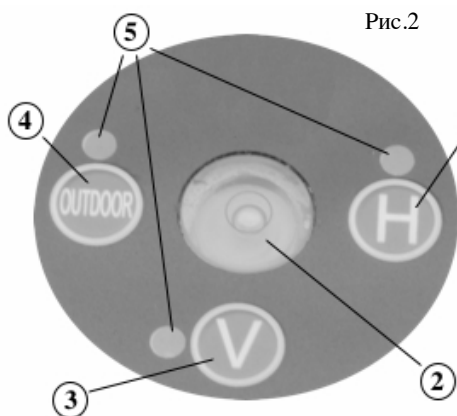

Рис.2
- загорится индикатор включения устройства под пузырьковым уровнем (см. п.2, рис.2)
- на панели управления загорится индикатор рядом с кнопкой **H** (см. п.5 и п.1, рис.2).
- все индикаторы режимов (см. п.5, рис.2) и индикатор включения устройства под пузырьковым уровнем (см. п.2, рис.2) погаснут
Для управления режимами работы горизонтального лазерного модуля используется кнопка **H** (см. п.1, рис.2) на панели управления устройством (см. п.1, рис.1). Последовательные нажатия этой кнопки приводят к переключению на очередной режим.
- включен горизонтальный лазерный модуль (при включении устройства), на панели управления горит индикатор рядом с кнопкой **H** (см. п.5 и п.1, рис.2)
- выключен горизонтальный лазерный модуль, на панели управления не горит индикатор рядом с кнопкой **H** (см. п.5 и п.1, рис.2).
Для управления режимами работы вертикальных лазерных модулей и модулем точки отвеса используется кнопка **V** (см. п.3, рис.2) на панели управления устройством (см. п.1, рис.1). Последовательные нажатия этой кнопки приводят к переключению на очередной режим.
- выключены все вертикальные лазерные модули и модуль точки отвеса (при включении устройства), на панели управления не горит индикатор рядом с кнопкой **V** (см. п.5 и п.3, рис.2)
- включены 2 противоположных вертикальных лазерных модуля и модуль точки отвеса, на панели управления горит индикатор рядом с кнопкой **V** (см. п.5 и п.3, рис.2)
- включены все вертикальные лазерные модули и модуль точки отвеса, на панели управления горит индикатор рядом с кнопкой **V** (см. п.5 и п.3, рис.2).
Для управления режимами работы устройства в помещении или на улице используется кнопка **OUTDOOR** (см. п.4, рис.2) на панели управления устройством (см. п.1, рис.1). Последовательные нажатия этой кнопки приводят к переключению между режимами.
- в помещении (при включении устройства), на панели управления не горит индикатор рядом с кнопкой **OUTDOOR** (см. п.5 и п.4, рис.2)
- на улице, на панели управления горит индикатор рядом с кнопкой **OUTDOOR** (см. п.5 и п.4, рис.2).